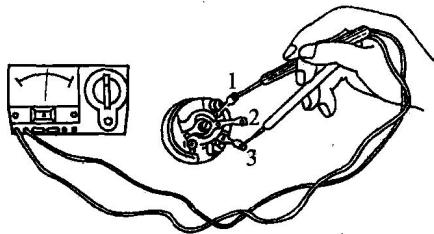

图 1-1-5 电位器的检测
① 按图 1-1-5 所示测其固定阻值是否为 1  $k\Omega$  (标称值)。
② 然后测 2 端与 1 端或 2 端与 3 端之间阻值,并将电位器轴顺时针或逆时针旋转,测出  $R_{pmax} =$  \_\_\_\_\_  $\Omega$ ,  $R_{pmin} =$  \_\_\_\_\_  $\Omega$ 。
③ 如在检测过程中万用表表针有跳动现象,说明电位器活动触点接触不良,不能起连续可变电阻的作用。